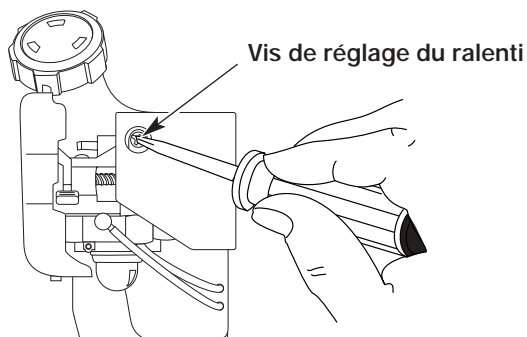

Fig. 61
La vitesse de ralenti du moteur est réglable à l'aide d'une vis de réglage accessible par un trou situé sur le dessus du couvercle du moteur (Fig. 61).
2. Relâchez le levier d'accélérateur et laissez le moteur au ralenti. Si le moteur s'arrête, insérez un petit tournevis à embout cruciforme ou à tête plate dans le trou du couvercle du moteur (Fig. 61). Vissez la vis de réglage du ralenti de 1/8 de tour à la fois (selon le besoin) jusqu'à ce que le moteur tourne au ralenti.